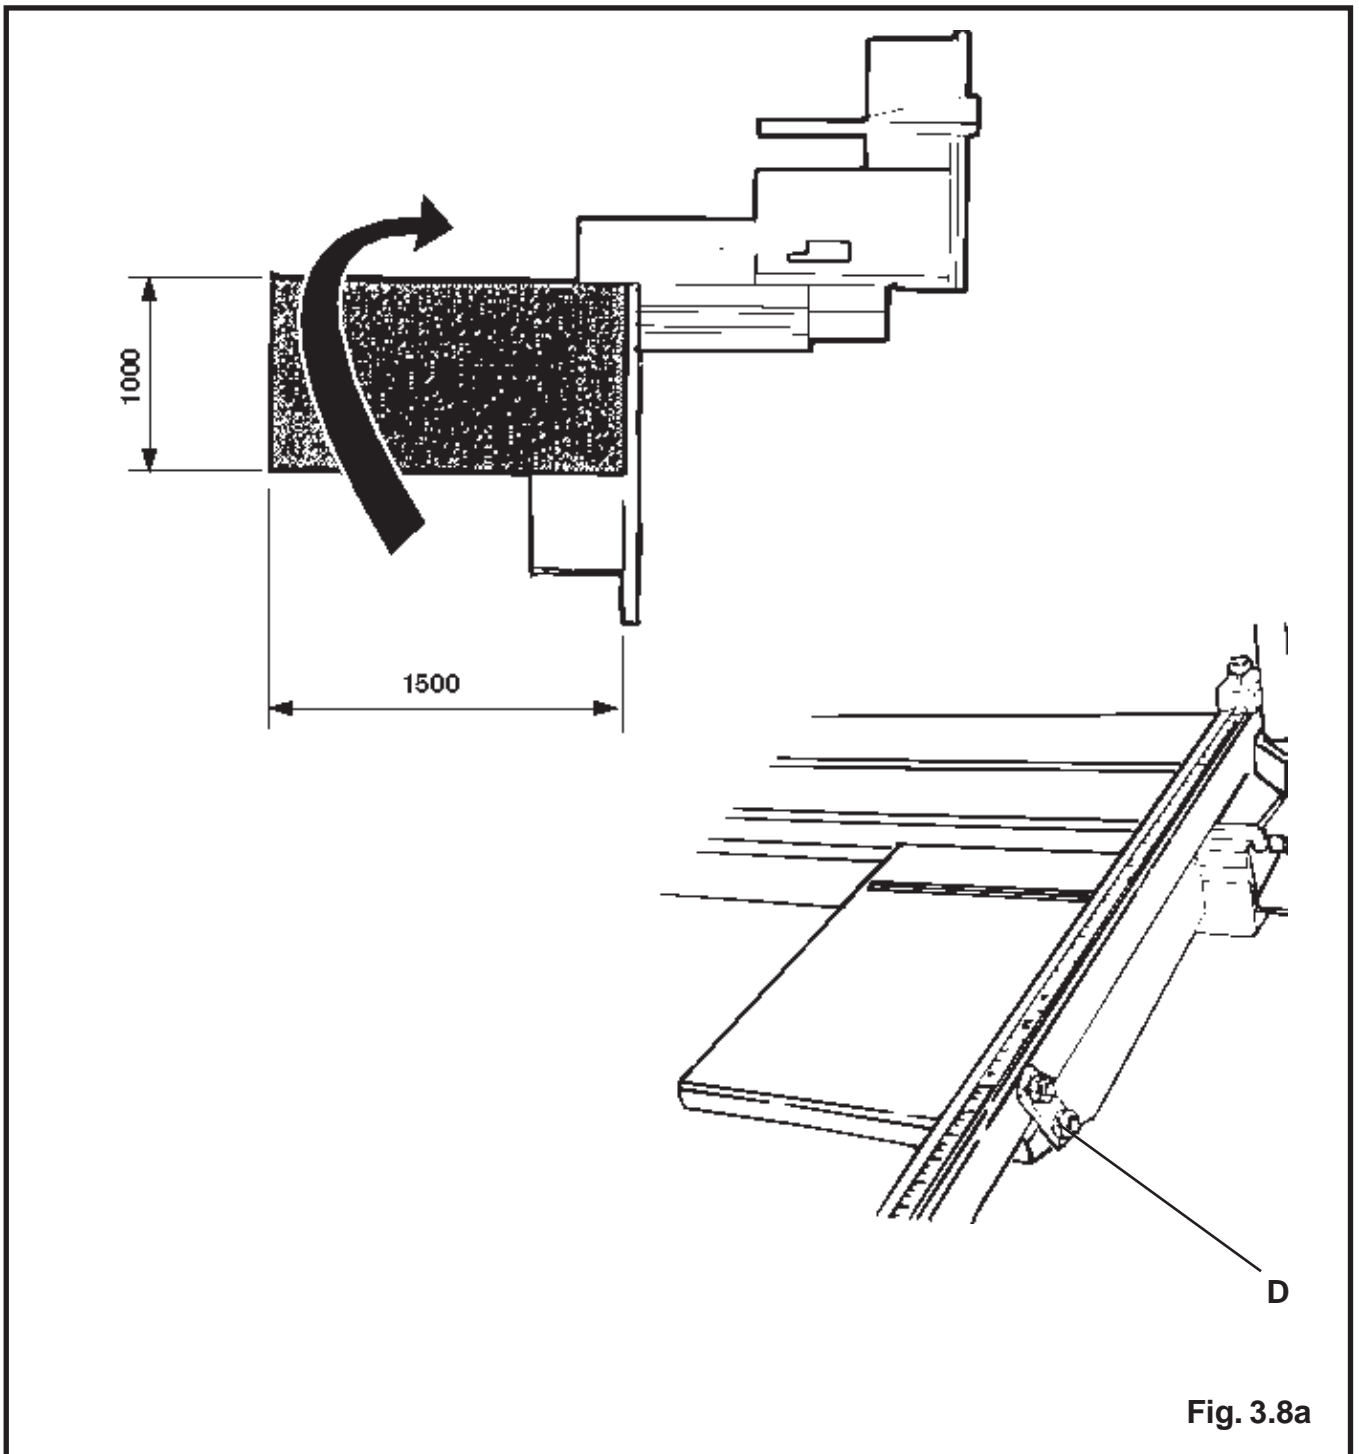

Fig. 3.8a
- Apoyar la parte recortada del panel contra la guía telescópica y realizar el recorte en el lado más largo; voltearlo efectuando otro recorte en el otro lado, fig. 3.8a.